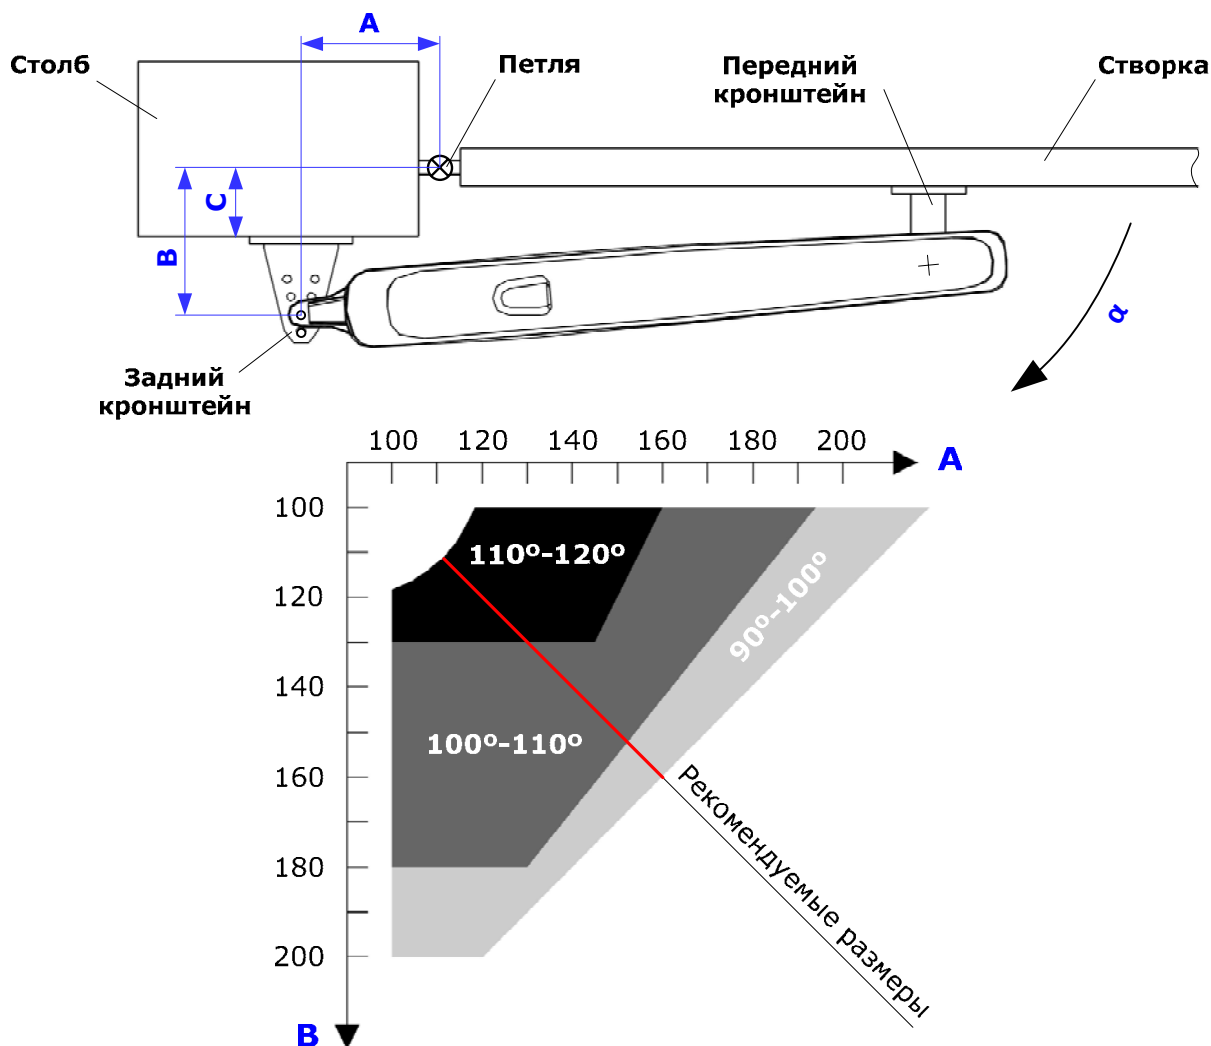

Рис. 5. Монтажная схема при открытии ворот внутрь (размеры указаны в миллиметрах)
- Определите значения размеров **A** и **B** (Рис. 5) обеспечивающих корректный монтаж привода.
- Задний и передний кронштейны можно приварить или прикрутить к столбу или створке ворот соответственно. Выдержав монтажные размеры (Рис. 5, Рис. 6А) закрепите задний кронштейн на столбе и передний кронштейн на створке ворот. Убедитесь, что задний и передний кронштейны установлены горизонтально.